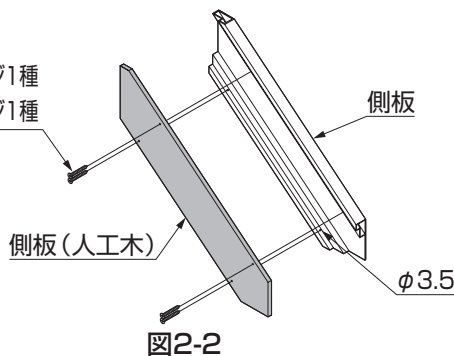

図2-2
- ②側板と側板(人工木)を【1-6】または【2-6】で取付けてください。(図2-2参照)